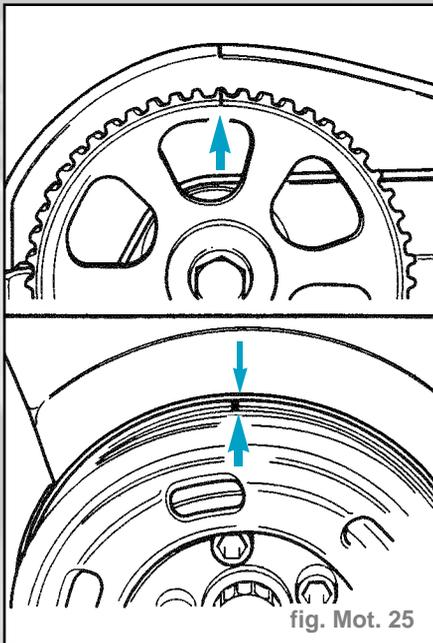

fig. Mot. 25
- Amener le vilebrequin au repère de PMH du cylindre 1 en le tournant dans le sens de rotation du moteur par la vis centrale du pignon de courroie crantée du vilebrequin (fig. mot. 25).
- Faire coïncider le repère du pignon d'arbre à cames avec le repère du couvre-culasse (fig. mot. 25).